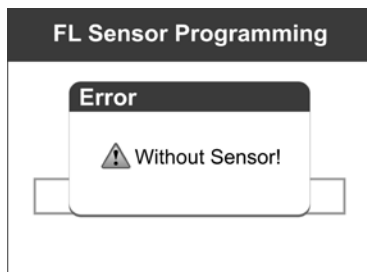

Рисунок 5.11
- 10) Нажмите кнопку **Y**, чтобы записать новый идентификатор в память МХ-датчика (на экране отображается изображение, показанное на рисунке 5.10), или кнопку **N**, чтобы завершить процедуру без сохранения изменений. При отображении сообщения об ошибке (см. рисунок 5.11) выберите другой тип МХ-датчика, так как для подключенного МХ-датчика, возможно, выбран неправильный тип.